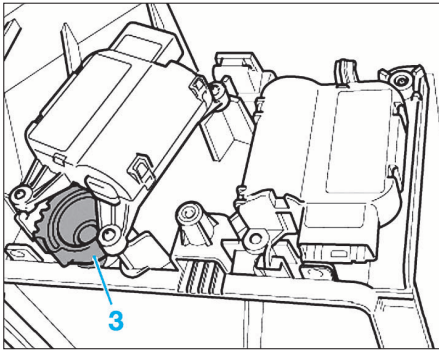

FIG. 41
- Avant la repose du servomoteur, vérifier les bonnes positions du volet de pression dynamique dans le puits d'aspiration et le pignon (3) (Fig.41).